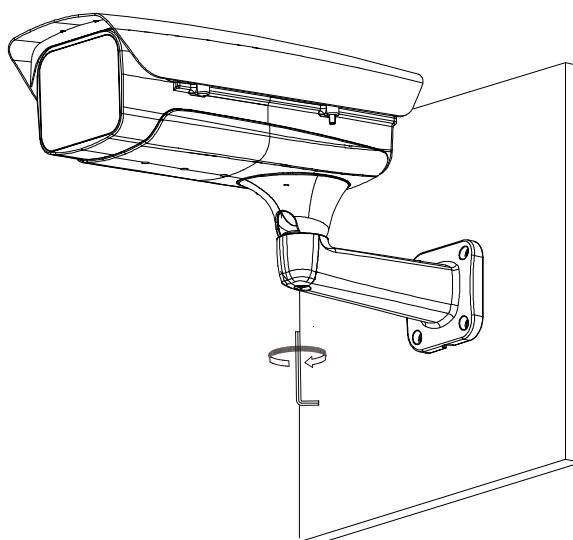

Рисунок 4.5 – Монтаж
9. С помощью ключа S5.0 «Шестигранник» из комплекта поставки кронштейна затяните фиксирующий винт (Рисунок 4.5).